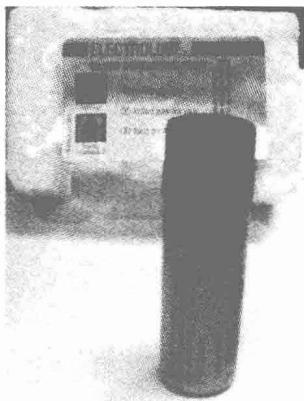
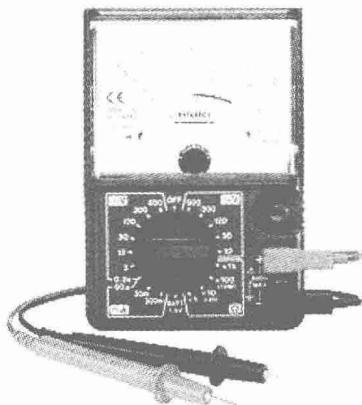

图 1-41 导电银漆
图 1-42 万用表
- (1) 准备一瓶导电银漆及一台万用表，如图 1-41 和图 1-42 所示。